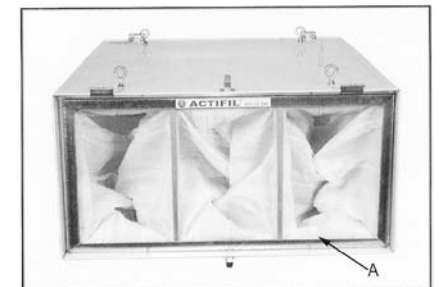

Рис. 6
**Внутренний фильтр** (A, Рис. 6) можно вытянуть из устройства.